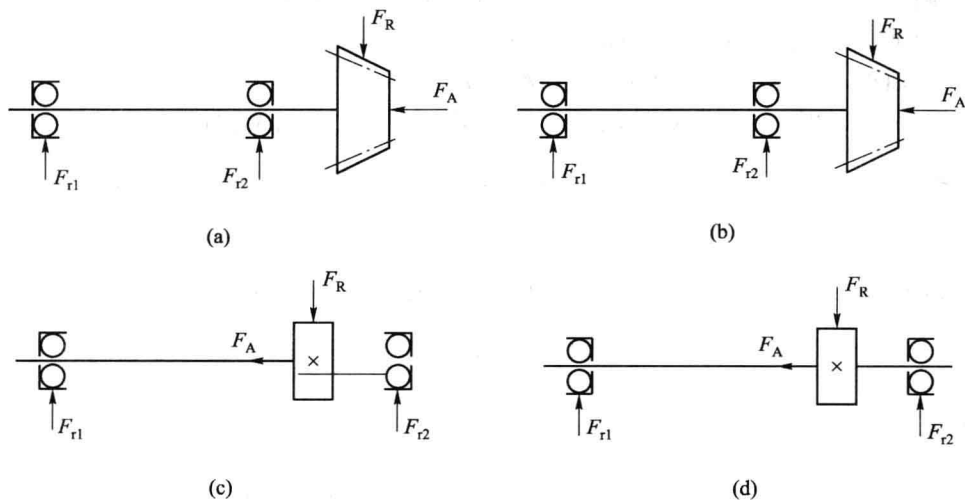

图 10.2
- (1) 若有四种支承形式如图 10.2 所示, 试分析哪种方案的支承形式合理, 为什么?
由图 10.2 可知, F_{S2} 和 F_A 同方向, 且